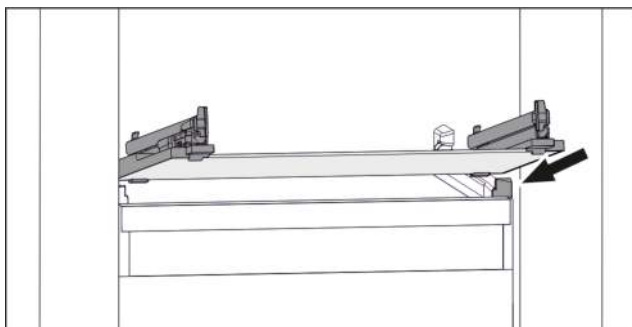

Fig. 112 Beispielhafte Darstellung der Glasplatte
- Glasplatte schräg hinter den Stoppern aufsetzen. (siehe Fig. 112)